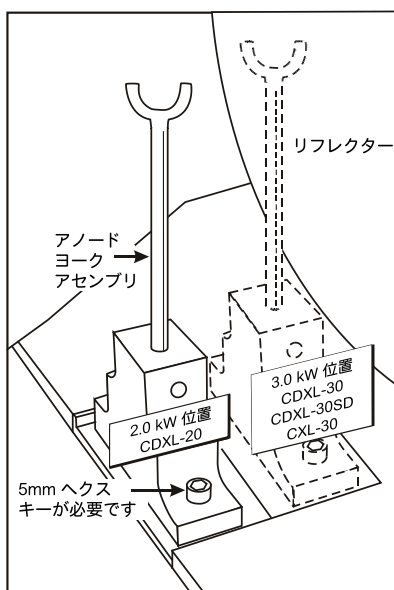

図 2-9 アノード ユークの位置
2. ランプの種類に応じてアノード ユーク アセンブリの位置を決めます。アノード ユーク アセンブリの位置を本プロジェクターで使用されるランプ タイプ用に確認します。表 2.1 は CP2220 で使用可能なすべてのランプ タイプおよびアノード ユーク アセンブリの一覧です。(図 2-9)